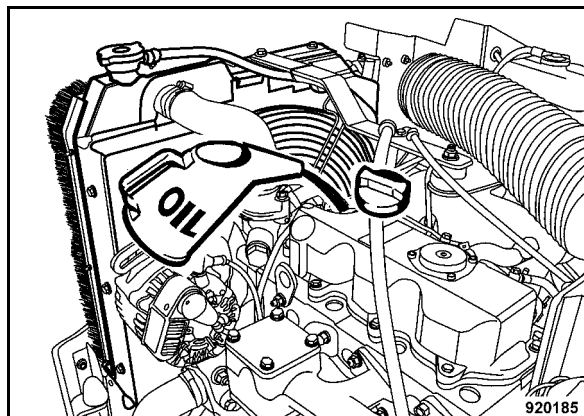

Fig. 109
- Introdurre nuovo olio motore (Fig. 109).